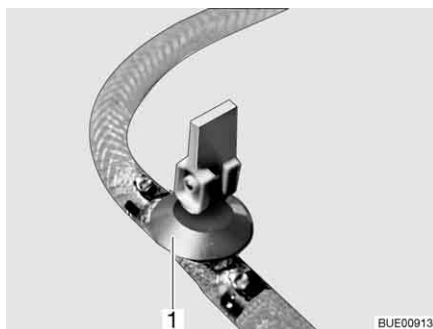
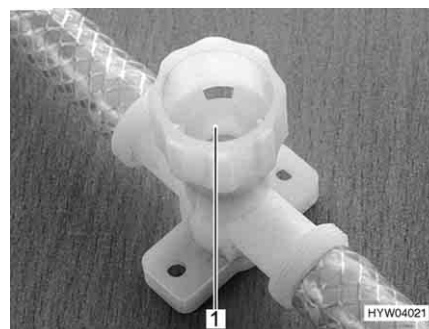

Fig. 248 Llave de desagüe (con balancín)
Fig. 249 Llave de desagüe (con tapa giratoria)
- Abrir todas las llaves de desagüe. Para esto, poner el balancín de la llave de desagüe (Fig. 248,1) en posición vertical o girar la tapa de la llave de desagüe (Fig. 249,1) en sentido contrario a las agujas del reloj.